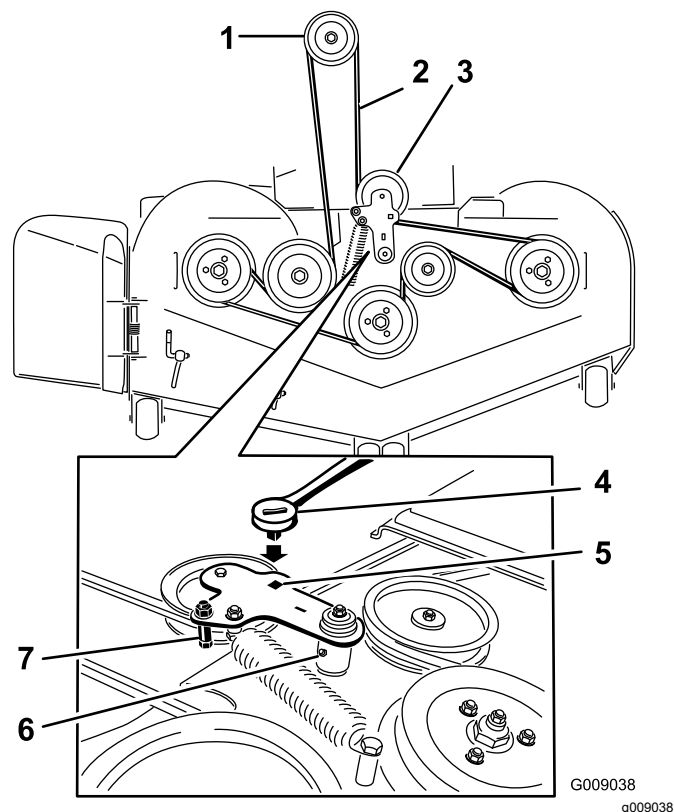

Figura 82
7. Utilize uma lingueta no orifício quadrado no braço intermédio para retirar a tensão da mola intermédia (Figura 82).
9. Retire a guia da correia no braço intermédio da mola que se mostra na Figura 82.
11. Instale a nova correia à volta das polias do cortador e da polia da embraiagem por baixo do motor (Figura 82).
12. Coloque a guia da correia no braço intermédio da mola que se mostra na Figura 82.
13. Utilizando a lingueta no orifício quadrado, instale a mola intermédia (Figura 82).